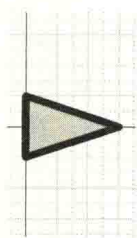

图 12-12 放置三角形
(1) 执行菜单命令“Tools-New Component”，创建一个新的元件，命名为“发光二极管”。
(2) 执行菜单命令“Place-Polygon”，激活放置多边形命令，放置一个三角形，如图 12-12 所示。